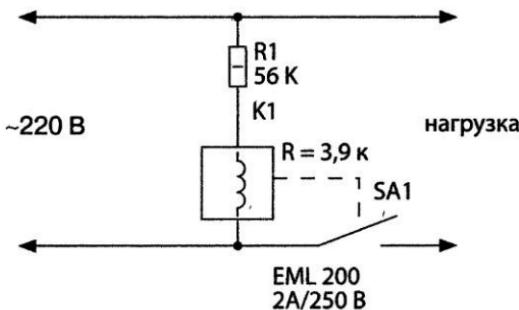

Рис. 5.7. Электрическая схема таймера
- Части устройства таковы, что в нем практически нечему ломаться (выходить из строя), что подтверждает электрическая схема прибора, представленная на рис. 5.7.
На фото хорошо видна катушка К1, ограничительный резистор и система шестеренок. Одним из важных элементов конструкции является включатель (обозначенный на рис. 5.7 – SA1). Он представляет собой микропереключатель EML200 (очень похожий внешне на отечественный микропереключатель МП1, МП1-3 и аналогичный) способный коммутировать ток до 2 А и напряжение 250 В (эти данные вместе с маркировкой нанесены на корпус микропереключателя). Переключатель SA1 механически управляется рычагом из пластмассы, который хорошо виден на фото рис. 5.9.